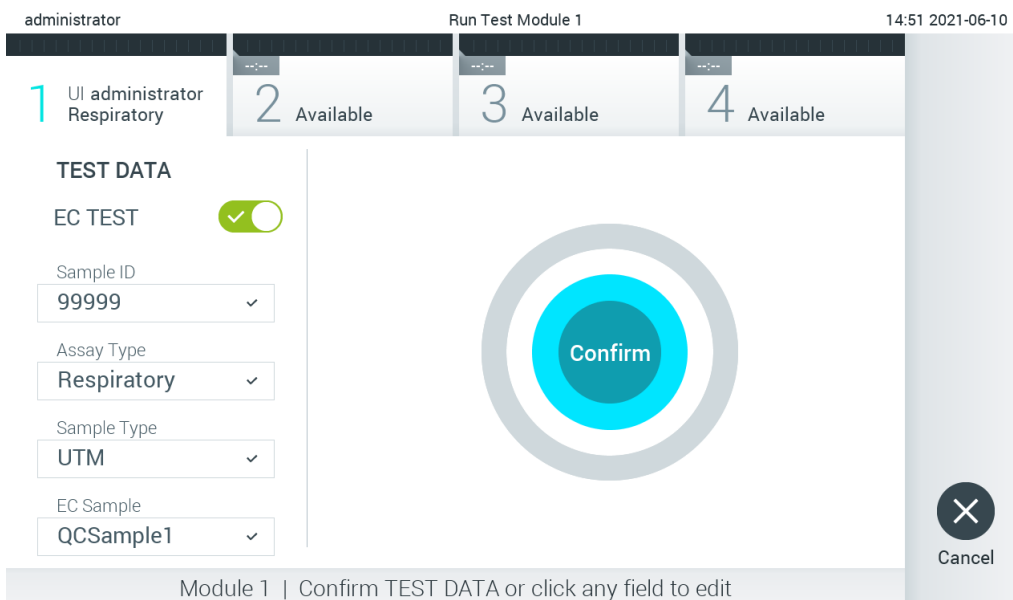

Figure 93. Écran Confirm (Confirmation).
7. L'écran Confirm (Confirmation) s'affiche. Vérifiez les données saisies et introduisez les modifications nécessaires en appuyant sur les champs correspondants de l'écran tactile et en modifiant les informations (figure 93).